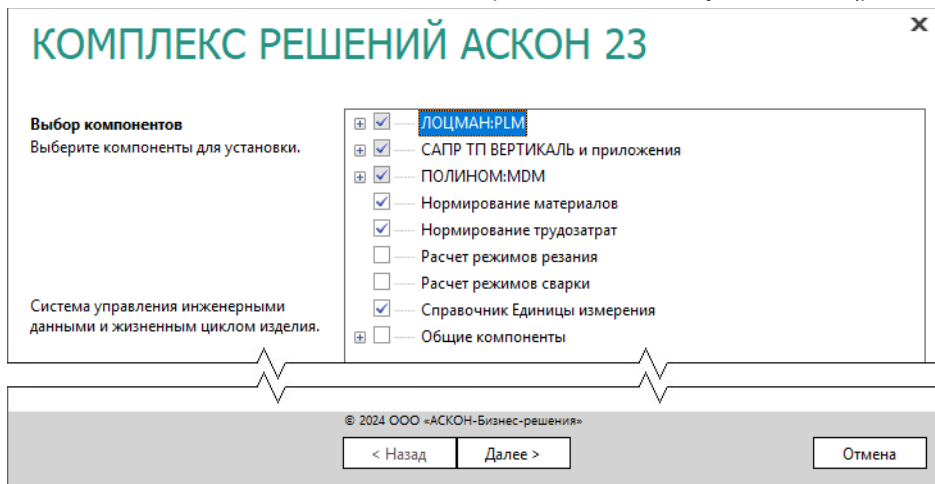

Рис. 4.58
1. Отметьте компоненты *Комплекса*, которые необходимо установить (рис. 4.58).